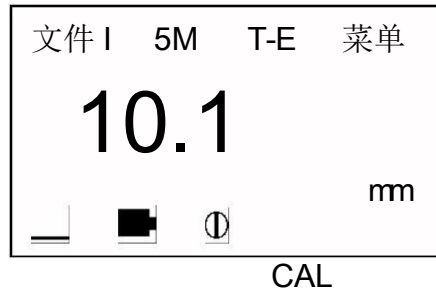

图 15
- d. 用 E-E 测量方式反测出声速值，然后用 T-E 测量模式测出试块厚度值，耦合良好、数值稳定的情况下按下 **CAL** 键，测量的厚度值冻结，此时可移开探头。如图 15：